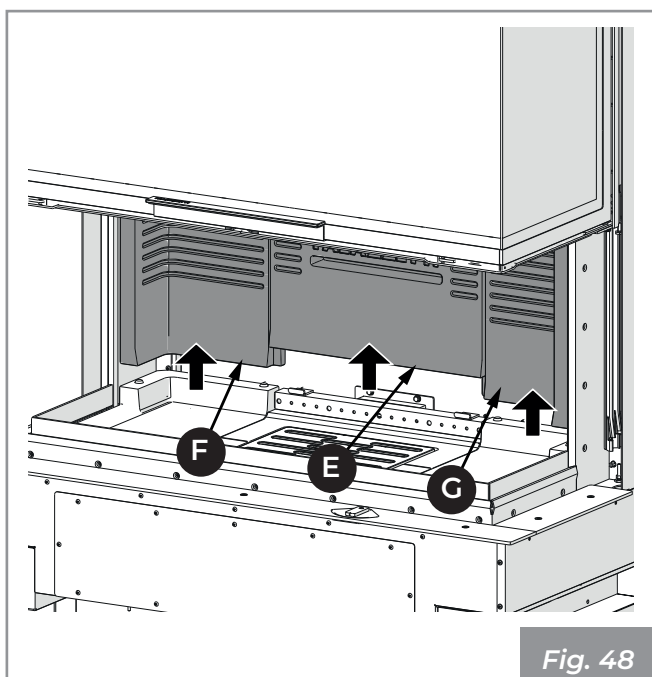

Fig. 48
- 5) Levantar y retirar en orden el panel refractario central (E) y luego los laterales (F, G) (Fig. 48).